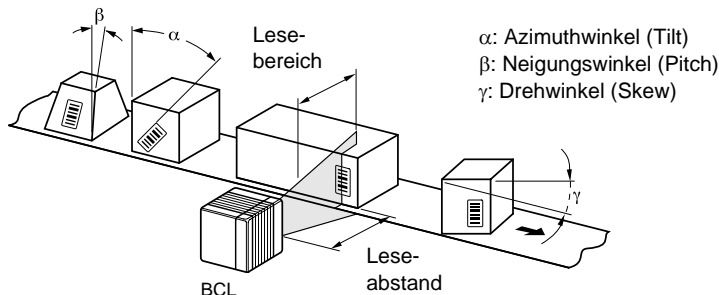

Bild 6.6: Linienscanner: Auftretende Lesewinkel zwischen Scanlinie und Barcode
Die optimale Ausrichtung des BCLs ist erreicht, wenn die Scanlinie die Barcodestriche nahezu im rechten Winkel (90°) überstreicht (Bild 6.4). Mögliche Lesewinkel, die zwischen Scanlinie und Barcode auftreten können, müssen berücksichtigt werden (Bild 6.6 und Tabelle 6.1).
- beim Linienscanner mit Schwingenspiegel die breite Seitenwand (Rückseite des Schwingenspiegels) annähernd parallel zu Barcode-Oberfläche liegt.Dabei für die spätere Lesung mögliche auftretende Lesewinkel berücksichtigen (Bild 6.6).